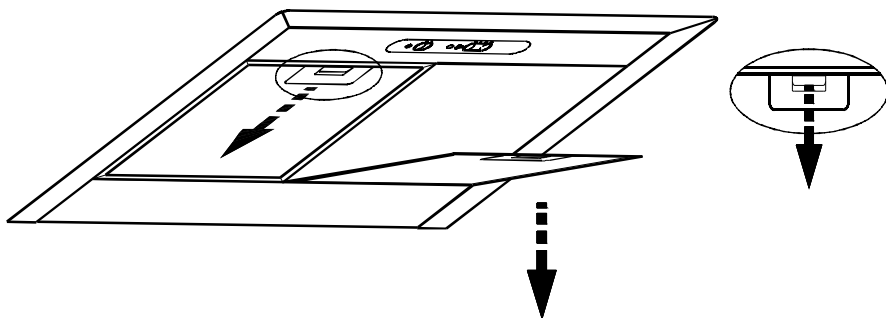

РИС. 10
8.4 Для очистки фильтра извлеките его из зонта (рис. 10) и произведите его очистку с помощью щетки горячим водным раствором нейтрального моющего средства вручную или в посудомоечной машине (при 60°C).
- снимите алюминиевый фильтр (рис. 10);